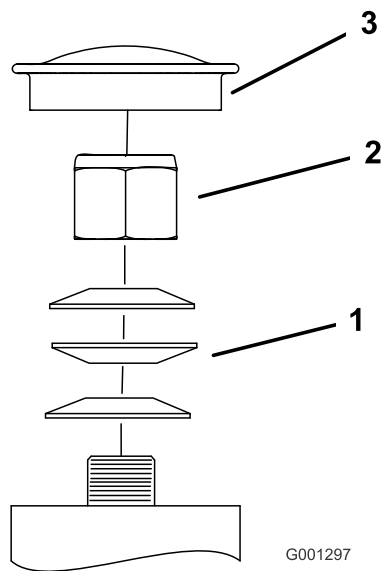

Figure 63
3. Retirez le capuchon antipoussière de la roue pivotante et serrez le contre-écrou (Figure 63).
4. Continuez de serrer le contre-écrou jusqu'à ce que les rondelles élastiques soient aplaties, puis desserrez-le de 1/4 de tour pour obtenir la précharge correcte des roulements (Figure 63).
Important: Veillez à placer les rondelles élastiques comme illustré à la Figure 63.
5. Remettez le capuchon antipoussière en place (Figure 63).